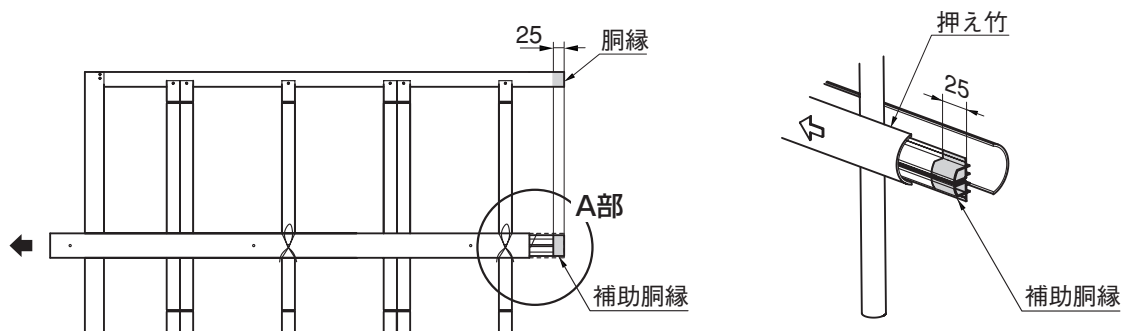

図1-2
- ③ パネル本体の胴縁、補助胴縁を25mm切断してください。(図1-2参照)